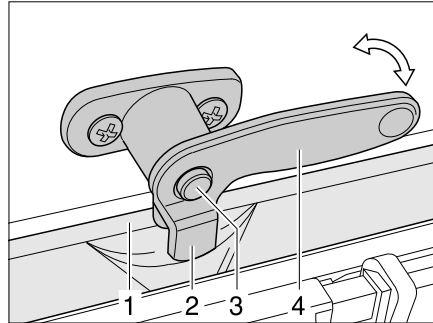

Bild 50 Verriegelungshebel mit Sicherungsknopf in Stellung "Dauerbelüftung"
- in Stellung "Dauerbelüftung" (Bild 50)
- Den Sicherungsknopf (Bild 50,3) drücken und gedrückt halten.
- Den Verriegelungshebel (Bild 50,4) eine viertel Umdrehung zur Fenstermitte hin drehen.
- Verriegelungshebel wieder zurückdrehen. Die Gabel (Bild 50,2) am Verriegelungshebel in die Fensterverriegelung (Bild 50,1) einfahren.